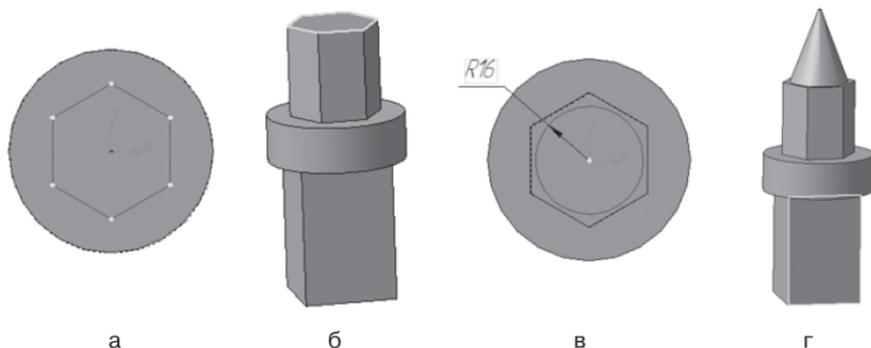

Рис. 152
- ортогональное черчение. Расположите шестиугольник, как показано на рис. 152, а;
- щелчком ЛКМ выделите верхнюю грань призмы (вы укажите плоскость для дальнейшего построения – зеленая) – рис. 152, б;
- установите курсор мыши в начало координат (сработает глобальная привязка **Ближайшая точка**). Постройте окружность радиусом 16 мм (рис. 152, в);
- щелчком ЛКМ выделите переднюю грань параллелепипеда (вы укажите плоскость для дальнейшего построения – зеленая) – рис. 152, г;